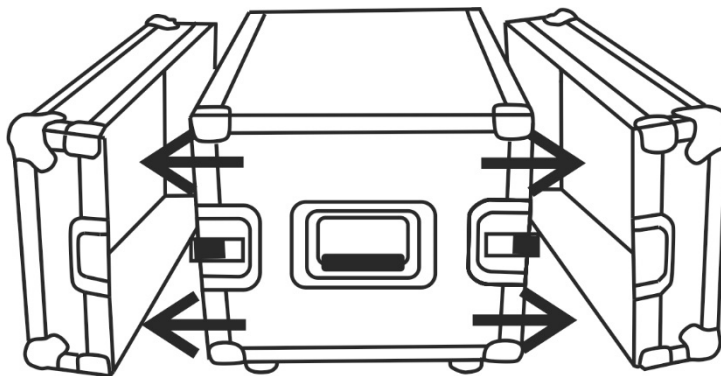

Abb. 1
- 1 Den Flight Case öffnen, siehe Abb.1